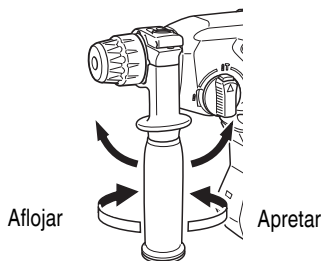

Fig. 10
2. Fijación del asa lateral (Fig. 10)